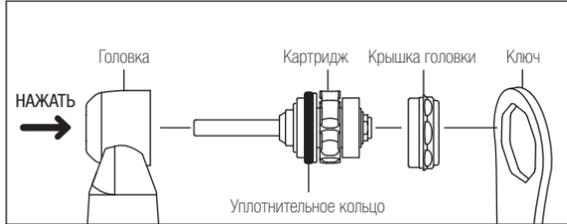

Рис. 7
- Убедитесь, что уплотнительное кольцо (Рис. 7) занимает правильное положение на картридже.